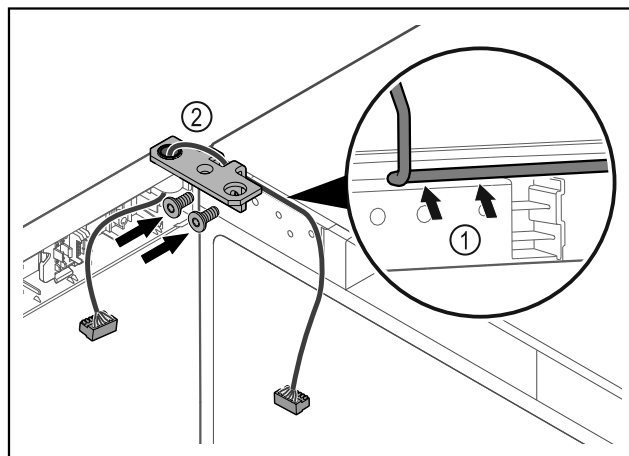

Fig. 42
- ▶ Вкарайте кабела през прореза на ъгъла на пантата и го положете внимателно Fig. 42 (1).
- ▶ Завинтете ъгла на пантата Fig. 42 (2).